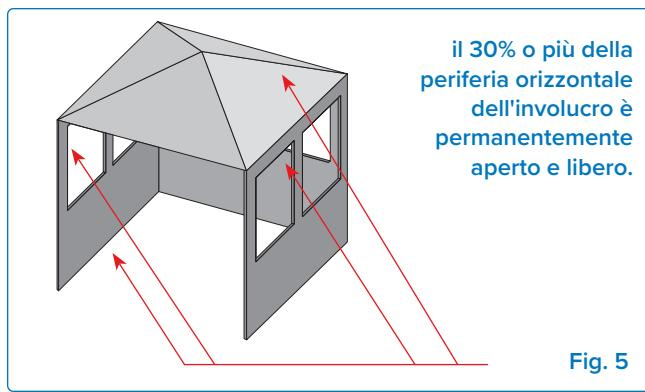

Fig. 5
- Un apparecchio è considerato all'aperto se è installato in un riparo con tre pareti laterali e una copertura superiore, purché il 30% o più della periferia orizzontale della copertura sia permanentemente aperta. (**Fig. 4 e Fig. 5**).